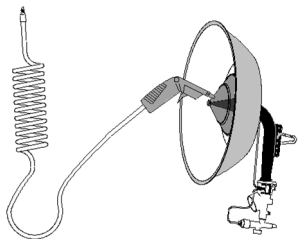
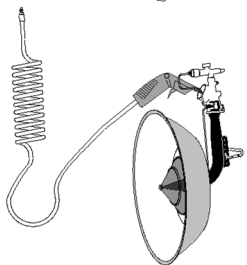

Fig. 15
Fig. 16
a) Limpieza con aire (Fig. 15 y Fig. 16)
- Colocar el radiador de forma vertical con la conexión de gas hacia abajo, y proyecte el aire comprimido por toda la superficie del cono exterior dirigiendo el chorro de aire hacia el cono interno (Fig.15).
Déle la vuelta al equipo y sople el aire comprimido a través de la abertura de entrada de aire. (Fig. 16).
a) Cleaning with air (Fig. 15 and Fig. 16)
- Place the radiator vertically with the gas connection facing downward and blast the compressed air over the entire surface of the outer cone: aiming the air jet towards the inner cone (Fig.15).
Turn the system over and blast the compressed air through the air inlet opening (Fig. 16).
a) Nettoyage à l'air (Fig. 15 et Fig. 16)
- Disposer le radiateur verticalement, le raccordement au gaz vers le bas, et projeter de l'air comprimé sur toute la surface du cône extérieur en orientant le jet d'air vers le cône interne (Fig. 15).
Retourner l'équipement et soufflez de l'air comprimé à travers l'ouverture d'entrée d'air (Fig. 16).